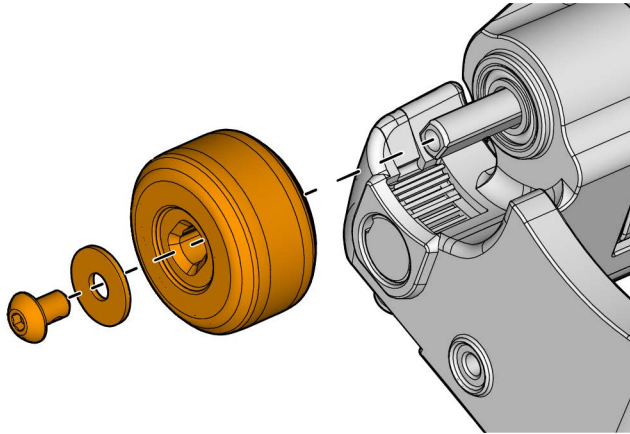

Figura 5-7 Remoção da roda
2. Remova a roda acima da pastilha de freio (veja a Figura 5-7 na página 80).